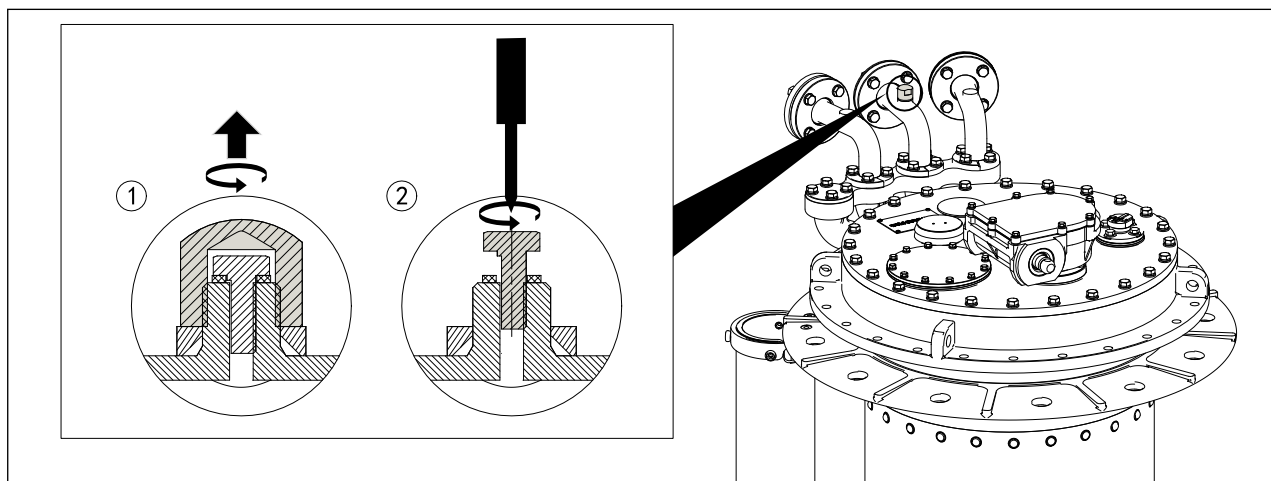

图 9-2 管接头 S 排气
- a. 使用 24mm 开口扳手，拆卸螺栓帽（见图 9-2）。